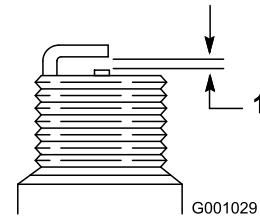

Bild 45
4. Stellen Sie den Abstand der Elektroden an der neuen Zündkerze auf 0,76 mm ein, wie in Bild 45 abgebildet.